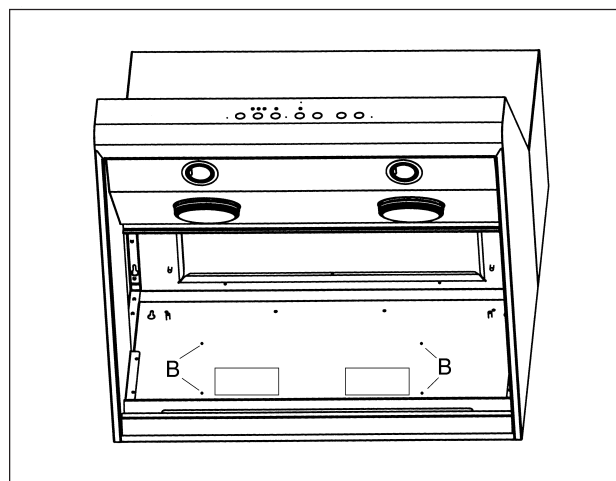

Figure 12c
2. La figure 12c montre les montants soudés à l'endroit B pour la décharge (arrière) horizontale. Mettre 4 écrous n° 10 x 24 sur les montants soudés. Pour la décharge verticale, mettre les écrous sur les montants au haut de la plaque de fixation.